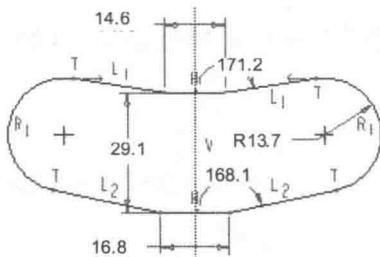
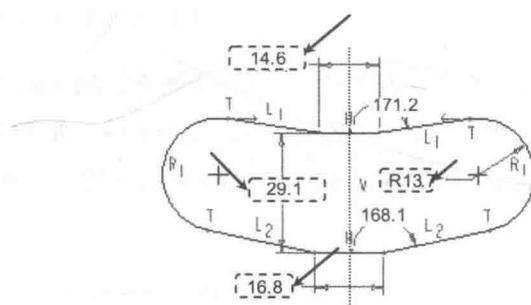

图 1.11 移动尺寸至合适的位置
图 1.12 锁定有用的尺寸标注
Step1. 确认  显示尺寸 复选框处于选中状态，打开尺寸显示。移动尺寸至合适的位置，如图 1.11 所示。
Step2. 锁定有用的尺寸标注。在图 1.11 所示的图形中，单击有用的尺寸，然后右击，在系统弹出的快捷菜单中选择 **锁定** 命令。此时被锁定的尺寸将以橘黄色显示，结果如图 1.12 所示。